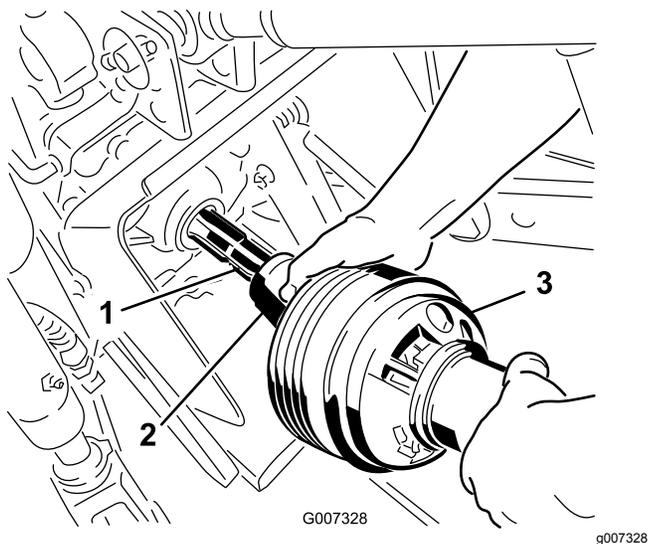

Figura 24
3. Conecte el árbol de la TDF al árbol de la TDF del tractor (Figura 24).